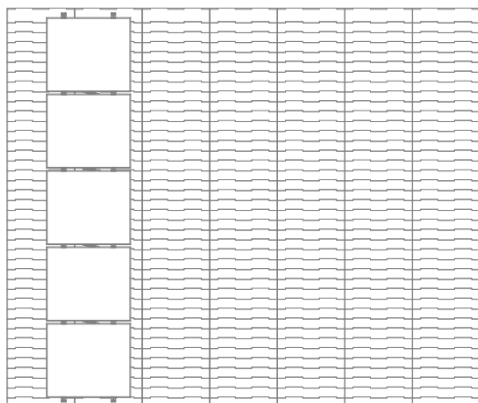
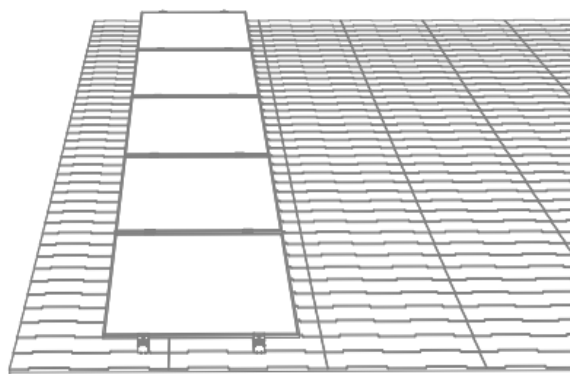

図 11
図 12
- 1 枚目と 2 枚目のモジュールの取付方法を参考にして、1 列目のモジュールの取付を完了します (図 11、図 12 参照)。